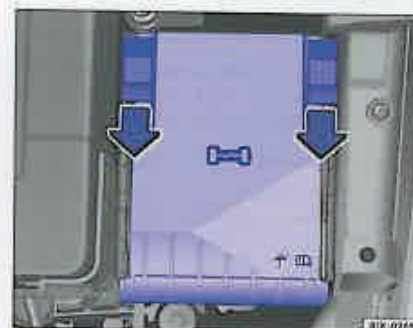

Fig. 42 În compartimentul motorului: Capacul cutiei de siguranțe.
- Împingeți tastele de blocare în față în sensul indicat de săgeată, pentru a debloca capacul cutiei de siguranțe ⇒ fig. 42.